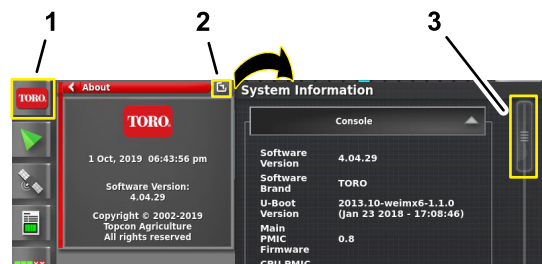

Figura 121
1. Pulse el icono INFORMACIÓN GENERAL y luego deslice el dedo sobre el icono PANTALLA COMPLETA en la esquina superior derecha de la ventana de información del sistema (Figura 121).